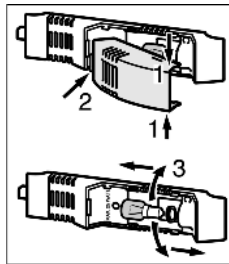

Fig. 17
- ▶ Kryt světla uchopte nahoře a dole Fig. 17 (1).
- ▶ Kryt světla vzadu uvolněte ze západek a vysadte Fig. 17 (2).
- ▶ Vyměňte žárovku Fig. 17 (3).